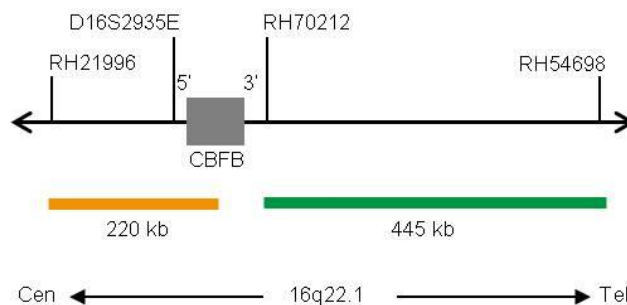

Fig. 1 : Carte de la sonde SPEC CBF B (pas à l'échelle)
- Polynucléotides marqués au ZyGreen (excitation 503 nm/émission 528 nm) (~10 ng/ $\mu$ l), qui ciblent une séquence de 16q22.1\* (chr16:67,161,347-67,605,304) distale de la région des points de rupture de CBF B (voir figure 1).
- Polynucléotides marqués au ZyOrange (excitation 547 nm/émission 572 nm) (~4,5 ng/ $\mu$ l), qui ciblent une séquence de 16q22.1\* (chr16:66,882,262-67,102,895) proximale de la région des points de rupture de CBF B (voir figure 1).